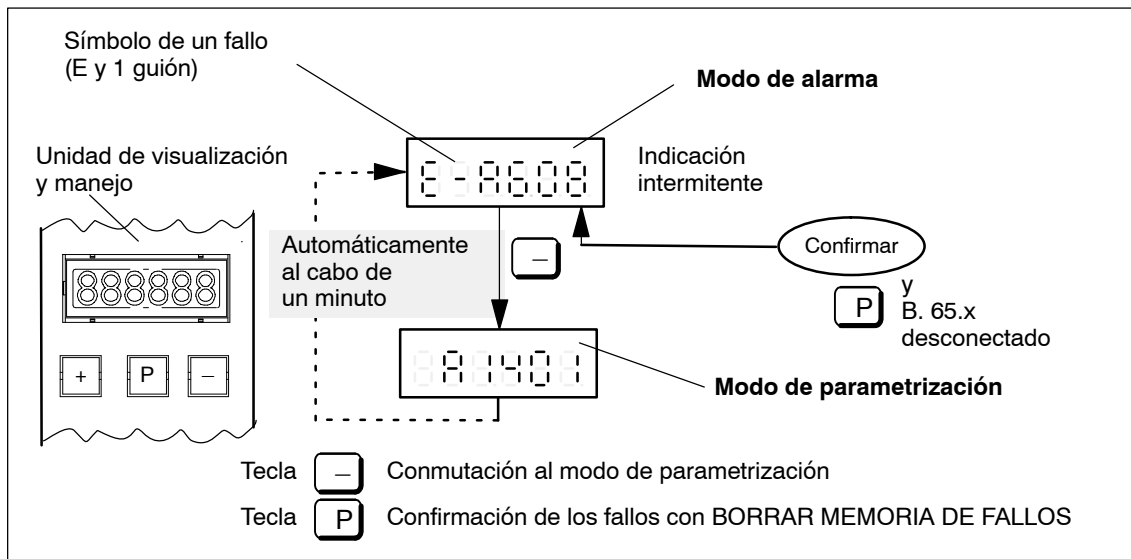

Fig. 7-1 Manejo si existe un fallo
1. Éste es el aspecto cuando se ha producido un fallo (ver fig. 7-1).